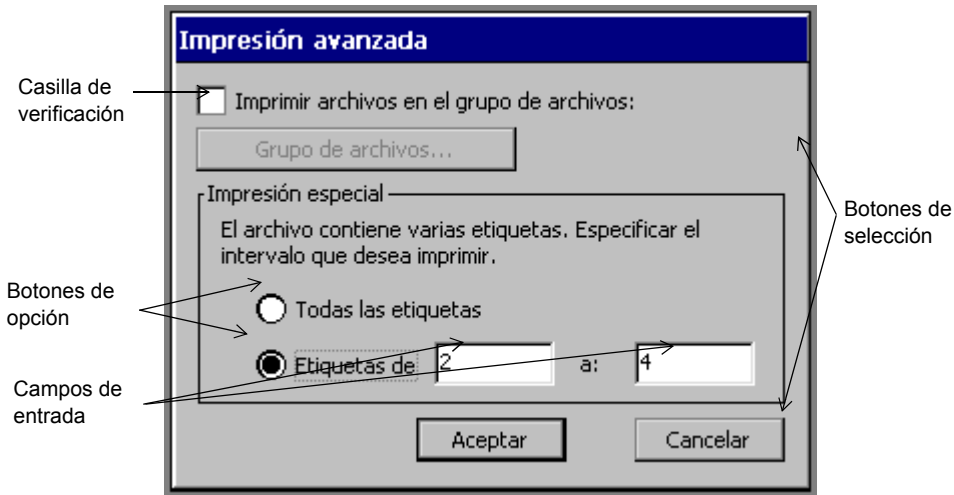
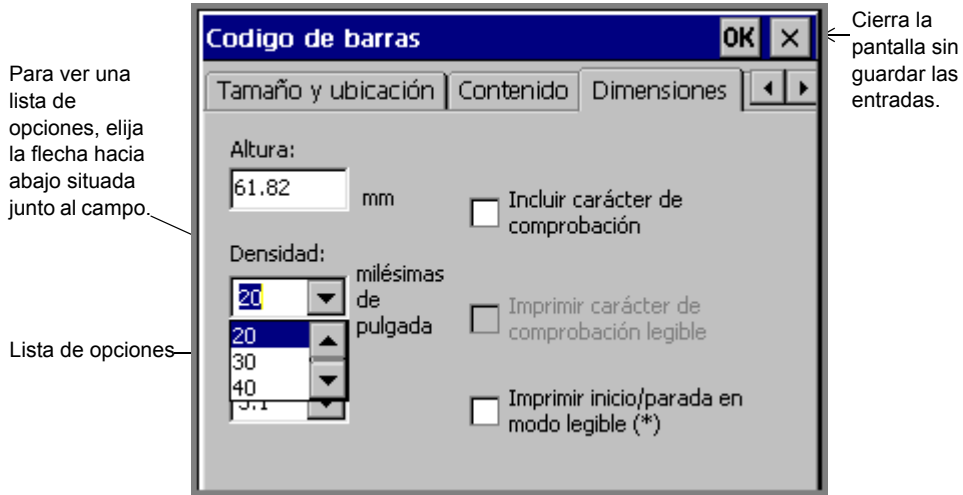

Figura 4-7. Pantalla de entrada para impresión avanzada
Figura 4-8. Ficha Dimensiones de la pantalla Código de barras
Normalmente, las pantallas contienen uno o más de esos mecanismos de entrada de información, como se muestra en la Figura 4-6 en la página 4-13 y en la Figura 4-7 en la página 4-14.
Otro tipo de campo de entrada es el campo **Etiquetas de**, que se muestra en la Figura 4-7 en la página 4-14. En este campo se escriben el número inicial y final del intervalo de etiquetas que se desea imprimir. Este tipo de campo de entrada sólo se activa al elegir el botón de opción contiguo. (Consulte el apartado **Uso de botones de opción** en la página 4-16 para obtener más información).
Toque un botón de selección para implementar el comando o la función que se indica en el botón. Por ejemplo, en la Figura 4-7, el botón **Grupo de archivos** está inhabilitado, pero cuando está activo le lleva a la pantalla **Grupo de archivos**, en la que puede elegir un grupo de archivos para imprimirlo. El botón **Cancelar** cancela todas las entradas realizadas en la pantalla **Impresión avanzada** y regresa a la pantalla anterior.
Las casillas de verificación que tienen dentro marcas de verificación indican que la opción está habilitada. Las casillas de verificación vacías indican que la opción no está habilitada. En la Figura 4-7 se muestra un ejemplo de casilla de verificación.
Por ejemplo, en la Figura 4-7, active la casilla de verificación de la opción **Imprimir archivos en el grupo** para indicar que desea imprimir un grupo completo de archivos. Si deja la casilla sin activar, estará indicando que acepta el estado predeterminado; es decir, imprimir un solo archivo.
**Los botones de opción** son círculos vacíos cuando no están en uso y presentan un punto en el interior cuando están activos. En la Figura 4-7 se muestran ejemplos de botones de opción.
- El botón **Aceptar** puede encontrarse en la parte superior derecha de la pantalla de entrada, tal como se muestra en la Figura 4-8, o puede ser un botón de tamaño completo situado junto a la parte inferior de la pantalla, tal como se muestra en la Figura 4-7.
- Presione o seleccione el botón **X**, tal como se muestra en la Figura 4-8.
- Presione o seleccione **Cancelar**, tal como se muestra en la Figura 4-7.